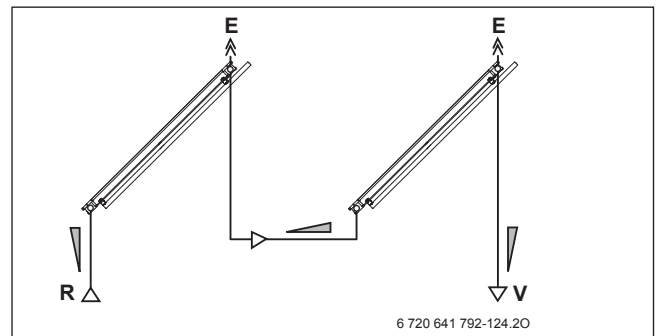

Bild 162 Hydraulikschema mit Entlüfter pro Kollektorreihe am Beispiel Flachdachmontage (Reihenschaltung)
- ▶ Für jede Reihe einen Entlüfter einplanen (→ Bild 162).